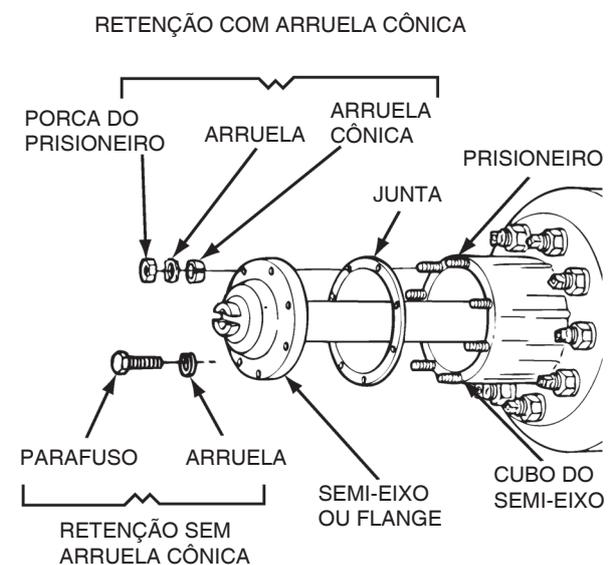

Figura 11.4
6. Remova as porcas dos prisioneiros ou parafusos e arruelas do flange do semi-eixo. Figura 11.4.
7. Solte as arruelas cônicas, se usadas, do flange do semi-eixo. Figura 11.4. Veja a Seção 3.
9. Remova as arruelas cônicas, junta, se usada, e os semi-eixos, do conjunto de eixo. Figura 11.4.
5. Instale a junta, se usada, e o semi-eixo na carcaça do eixo e no diferencial no mesmo local de onde foram removidos. A junta e o flange do semi-eixo deverão estar faceados com o cubo de roda. Gire o semi-eixo ou o eixo cardan conforme necessário para alinhar os entalhados e os furos no flange do semi-eixo com os prisioneiros no cubo. Figura 11.4.